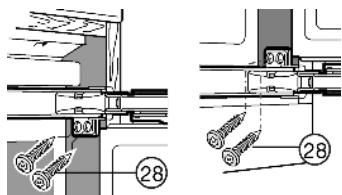

Fig. 17
- На обеих дверцах прикрутите винтами для стружечной плиты Fig. 17 (28) вверху и внизу через серьги шарнира.